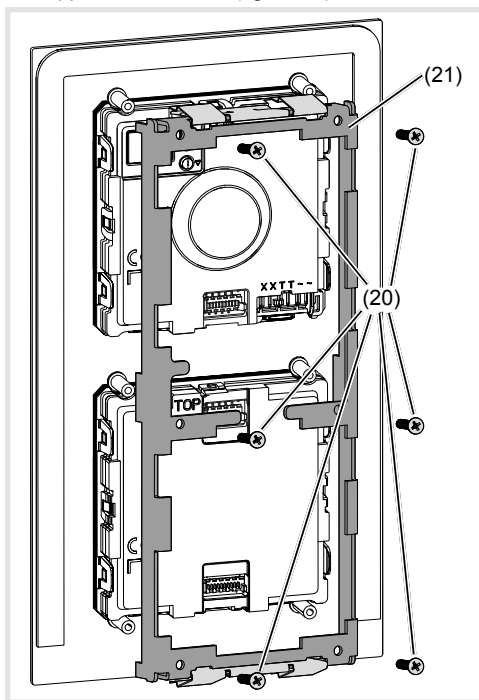

Figura 16: smontaggio del supporto del modulo
- Estrarre il blocco di serraggio di collegamento (12) nella mascherina audio.
- Svitare le viti (20) del supporto del modulo posteriore (21) con un cacciavite ed estrarre il supporto del modulo (figura 16).